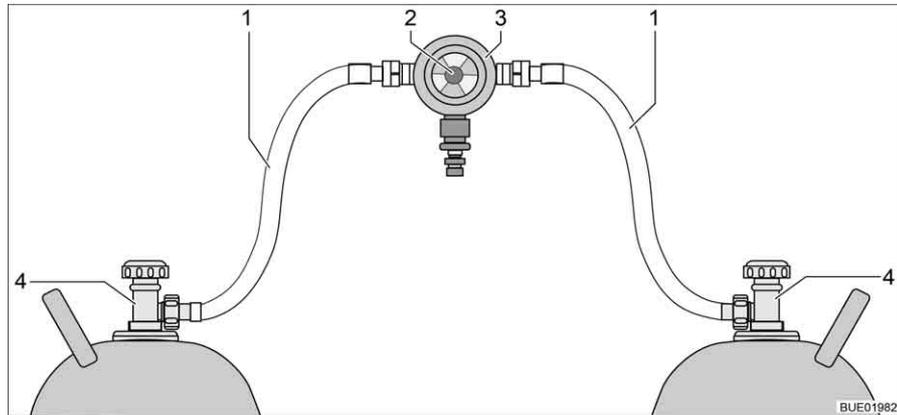
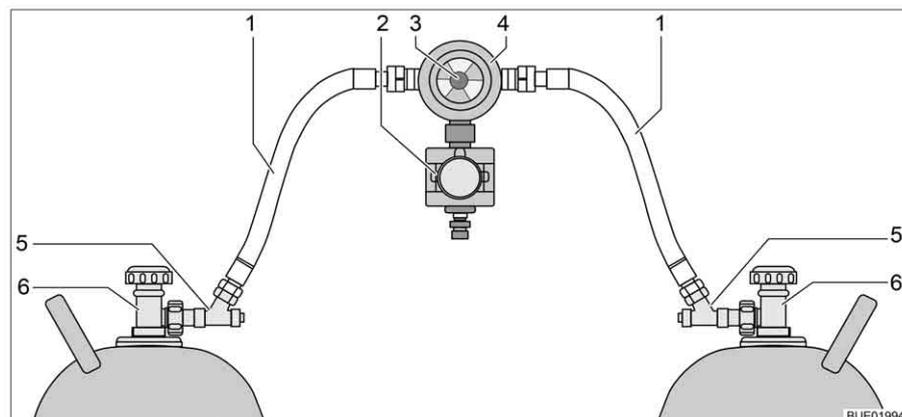

Fig. 131 Impianto di commutazione per bombole del gas
Fig. 132 Impianto di commutazione per bombole del gas con CPU
L'impianto di commutazione per bombole del gas è formato da un regolatore di pressione del gas combinato con valvola di commutazione e indicazione (Fig. 131,3). L'impianto di commutazione per bombole del gas è montato tra i due tubi del gas (Fig. 131,1).
L'impianto di commutazione per bombole del gas è formato da un regolatore di pressione del gas combinato con valvola di commutazione e indicazione (Fig. 132,4) e una elettrovalvola (Fig. 132,2). In caso di frenata brusca, incidente o inclinazione straordinaria, l'elettrovalvola blocca l'alimentazione del gas al veicolo. L'impianto di commutazione per bombole del gas è montato tra i due tubi del gas (Fig. 132,1) con dispositivi antirottura del tubo flessibile (Fig. 132,5).
Funzione L'impianto di commutazione per bombole del gas garantisce una pressione del gas costante, indipendentemente da quale bombola provenga l'alimentazione del gas. L'indicatore nella valvola di commutazione indica il livello di riempimento della bombola in uso. Se l'indicatore è verde, il rifornimento di gas viene fatto dalla bombola in uso. Quando l'indicatore è rosso, la bombola in uso è vuota. Il rifornimento di gas avviene poi tramite la bombola di riserva. Con la manopola (Fig. 131,2 o Fig. 132,3) sull'impianto di commutazione per bombole del gas è possibile stabilire quale delle bombole del gas viene utilizzata come bombola in uso e quale come bombola di riserva.
Sulla centralina di controllo (Fig. 133) possono venire azionate solo le funzioni elettriche. Le valvole principali di arresto delle bombole del gas (Fig. 131,4 o Fig. 132,6) devono essere aperte manualmente.
- Aprire le valvole principali di arresto delle bombole del gas (Fig. 131,4 o Fig. 132,6).
- Premere i dispositivi antirottura del tubo flessibile (Fig. 132,5) uno dopo l'altro per 10 secondi.
- Con la manopola (Fig. 131,2 o Fig. 132,3) sull'impianto di commutazione selezionare la bombola del gas, da cui deve provenire la principale alimentazione del gas (bombola in uso).
- Chiudere le valvole principali di arresto delle bombole del gas (Fig. 131,4 o Fig. 132,6).